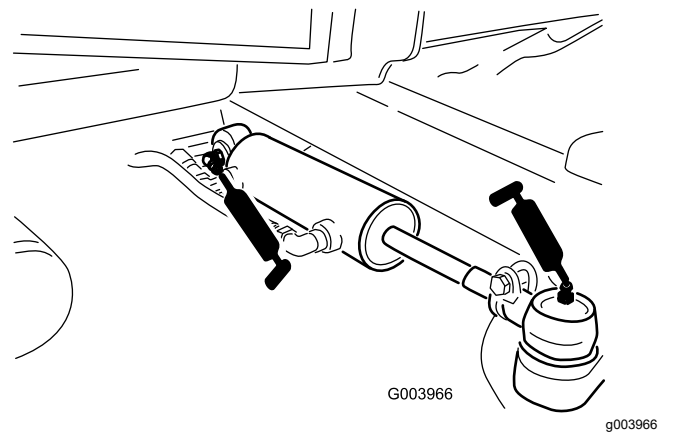

Bild 47
- Lenkzylinder-Kugelgelenke (2) (Bild 47)